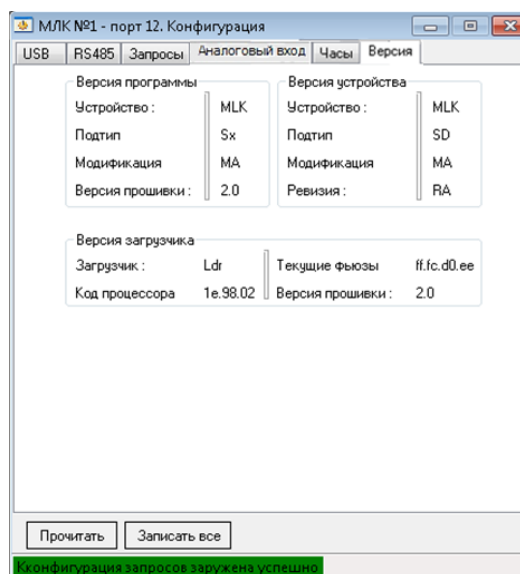

Рисунок 3.12 –Окно «Конфигурация», «Версия» контроллера в «УниКоне»
3.4.6 Вкладка «Версия» (рисунок 3.12) содержит информацию о версиях программного обеспечения загрузчика и прошивки устройства.